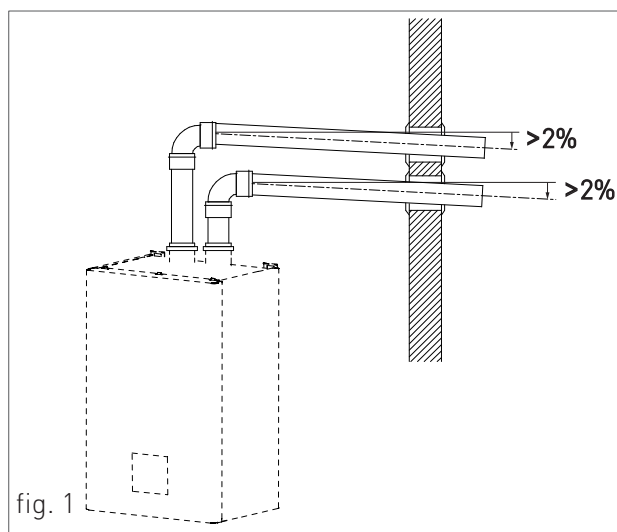

fig. 1
- › Per tutti i tratti orizzontali dei condotti di scarico e di aspirazione aria, è consigliabile prevedere una pendenza in salita (verso la caldaia) minima del 2% (vedi fig.1) in modo da evitare l'ingresso di acqua piovana, polvere o oggetti estranei all'interno del condotto.
Per questo tipo di caldaia sono disponibili le seguenti configurazioni di scarico dei fumi: C12, C32, C42, C52, C62 e C82 (vedi Fig. 1).